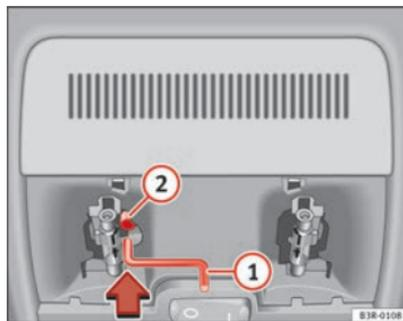

Fig. 83 Pormenor do revestimento do tecto: Manivela para accionamento de emergência
- Introduza a manivela ① no orifício sextavado ② até chegar ao limite ⇒ Fig. 83.